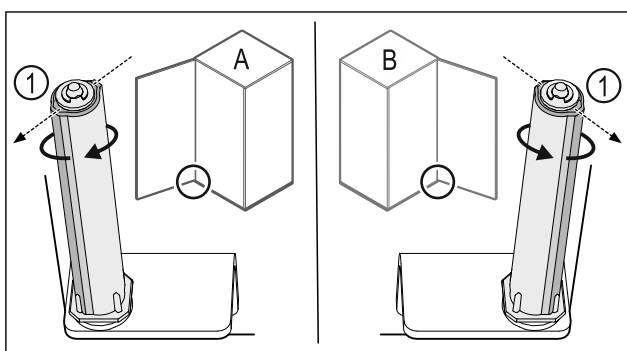

Fig. 34 Lewy ogranicznik (A) / prawy ogranicznik (B)
- Przekręcić system blokujący w kierunku przeciwnym do oporu, aż pręt systemu blokującego Fig. 34 (1) będzie skierowany na zewnątrz.